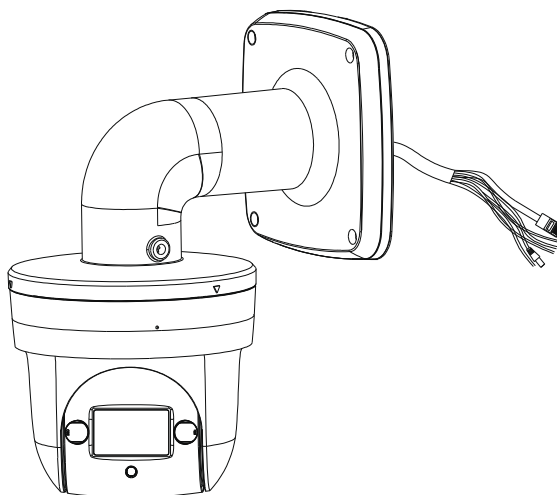

Рисунок 5.6 – Монтаж
9. Зафиксируйте видеокамеру на конструкции (Рисунок 5.6).